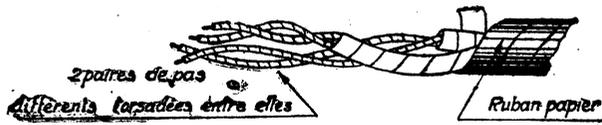

Fig. 20. — Quarte étoilée.
2) **Les câbles en quarte étoile**, ainsi appelés parce que les fils, isolés comme ceux des câbles en paires, sont torsadés par quatre et se trouvent aux quatre extrémités d'un carré, formant ce que l'on appelle une « quarte » (fig. 20). Cette disposition rappelle donc la disposition des fils aériens armés en groupe. Les quartes étoiles sont, à leur tour, torsadées, entre elles, pour former le câble.